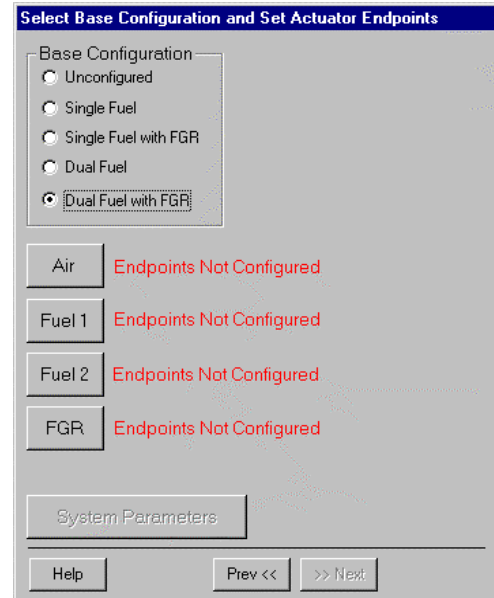

図 7：2 種燃料で FGR 付きの基本構成
- (1) ボタンを 1 つ押してアクチュエーターを構成します（基本構成で「単一燃料」か「単一燃料で FGR 付き」を選択した場合は、燃料 2 のボタンは表示されません。基本構成で「単一燃料」か「2 種燃料」を選択した場合、FGR のボタンは表示されません）。ユーザーがボタンを 1 つ押すとき、「アクチュエーター終点の設定」画面が表示されます。アクチュエーターが構成済みであるときは、適切なボタンの次に「構成済み」と表示されます。図 7 を参照してください。